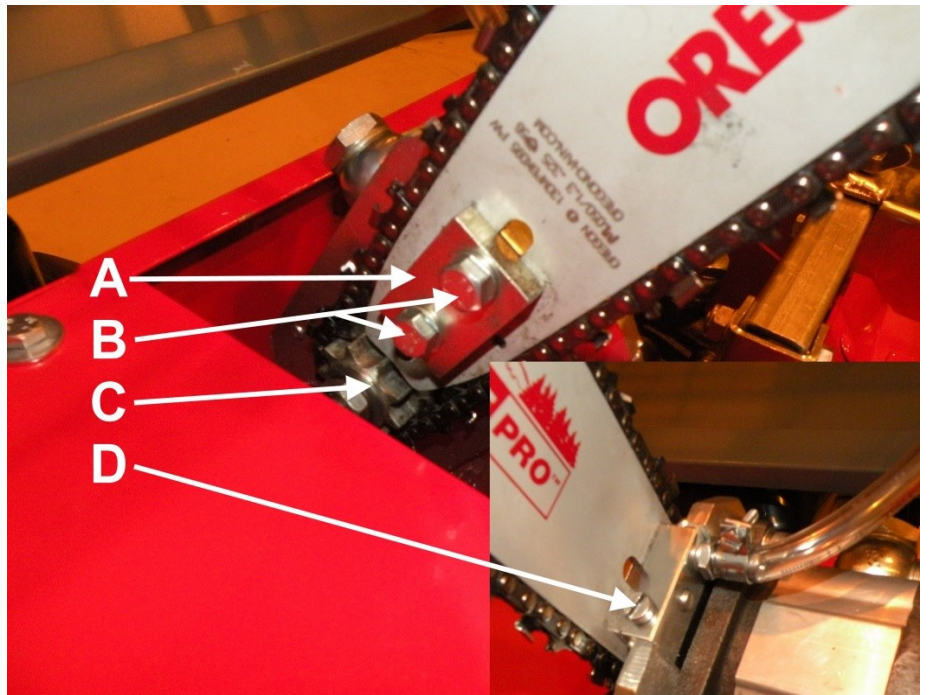

Bild 27.
4. Lossa på svärdets bultar B (bild 27).
5. Lossa ställskruv D för sågkedjans spändhet till det yttersta läget (bild 27).
9. Spänn sågkedjan med ställskriv D (bild 27).
2. Ta loss svärdets bultar B helt och hållet och ta bort svärdets fästplatta A (bild 27).
4. Sätt ett nytt svärd mot kugghjulet C, vrid det i spåret och dra åt kapsvärdets bultar B samt fästplattan A löst (bild 27).